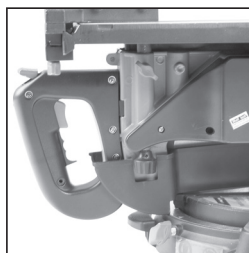

FIG. 16
- Controleer de integriteit van de installatie en of de machinehendel vastzit in de hulpbeschermkap. **(Fig. 16)**